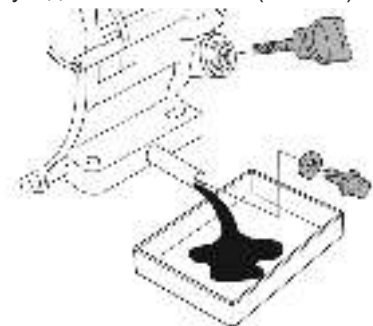

Рис. 38 Замена масла в двигателе
(1) Техническое обслуживание должно осуществляться более часто, при работе в пыльных условиях.
(2) Данный вид работ необходимо выполнять в авторизованном сервисном центре.
- Удерживая одним ключом трубку-удлиннитель от проворачивания открутите пробку для слива масла и слейте отработанное масло в подготовленную для этого емкость (Рис. 38).